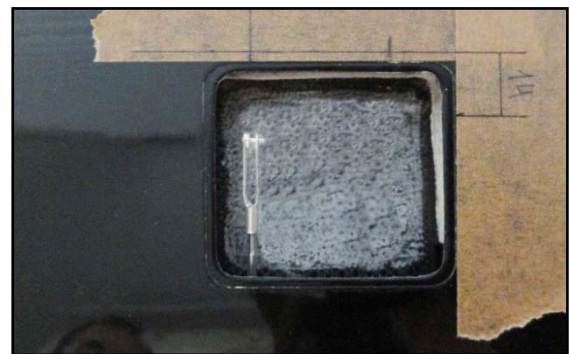

Рис.7 – Разметка возле лючка
5) Нанесите метки, по которым выставите кабачки машинки. Это необходимо для совпадения кабачка и обтекателя люка. Прощурьте внутреннюю часть крыла для вклейки машинки как на Рис.7